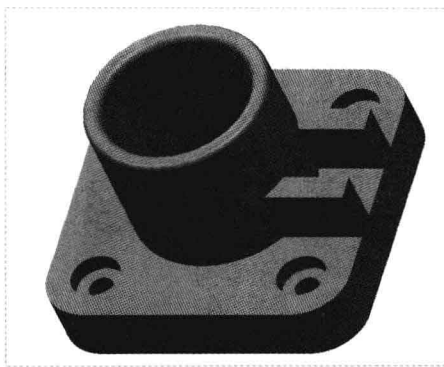

图 18-18 创建拉伸特征 1
Step 03 执行操作后，单击“应用并保存在工具中所做的所有更改，然后关闭工具操控板”按钮 , 完成拉伸特征的创建，如图 18-18 所示。